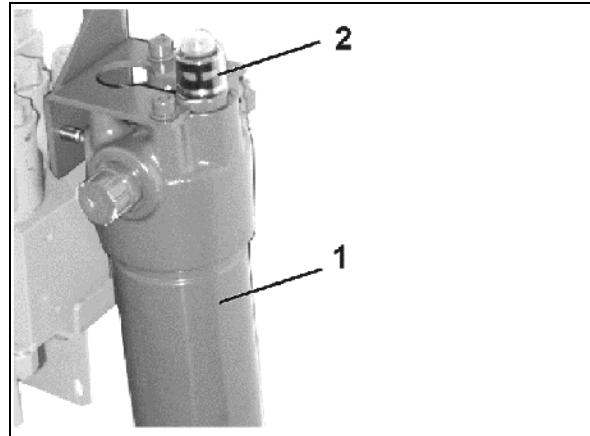

Рис. 121
1. Демонтируйте внешнюю крышку распределителя (Рис. 121/1).
2. Rin Demontieren Sie das Ringdichtung (Рис. 121/2).
3. Демонтируйте внутреннюю крышку распределителя (Рис. 121/3).
4. Демонтируйте пенопластовую вставку (Рис. 121/4).